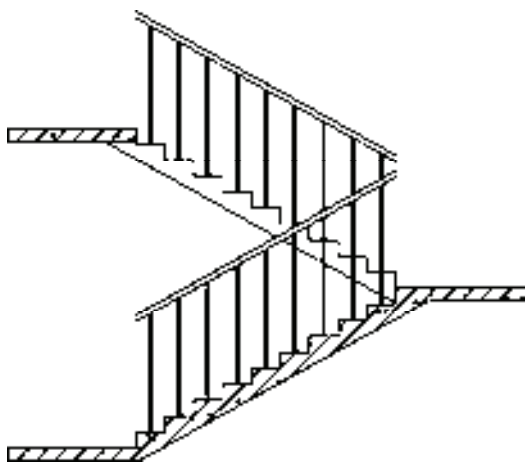

图 12-73 绘制栏杆
4) 重复上述操作，继续绘制楼梯栏杆，结果如图 12-73 所示。